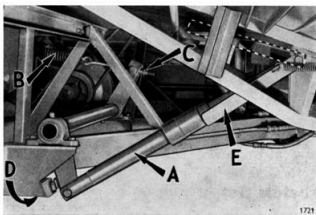

Bild 19.
Fjädern (B) spännes med muttern (C). För att erhålla ett rätt avpassat »bottenläge» på skärbordet finnes en justerskruv (D). Bild 19.